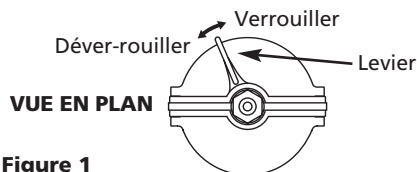

Figure 1
1. Enlever le godet du montage de chape/couvercle (Voir la Figure 1).
5. Avec le levier à la position gauche, monter le récipient à la chape. Glisser le levier de verrouillage vers le centre (Voir la Figure 1). Ne pas forcer le levier.